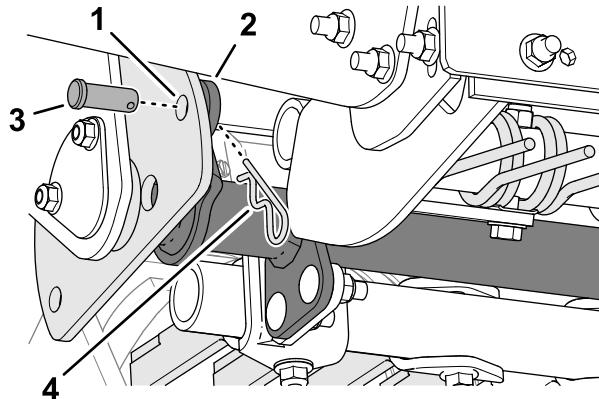

図 16
6. マルチツールアームの穴を角度選択プレートの穴に合わせる図 16。